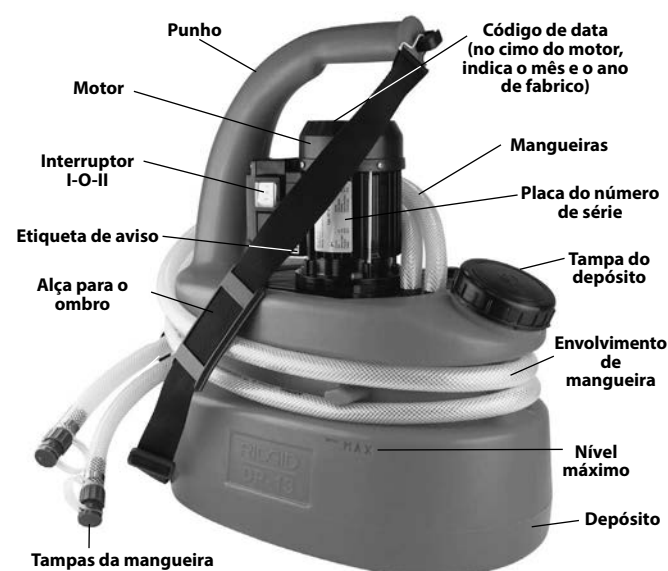

Figura 1 – Bomba de descalcificação RIDGID DP-13
- Presença e legibilidade do rótulo de aviso (ver Figura 1).
1. Abra a tampa do depósito e encha o depósito com solução de descalcificação para garantir que a caixa do rotor da bomba esteja submersa durante o funcionamento. Não encha o depósito para além do Nível máximo, *ver Figura 1*.